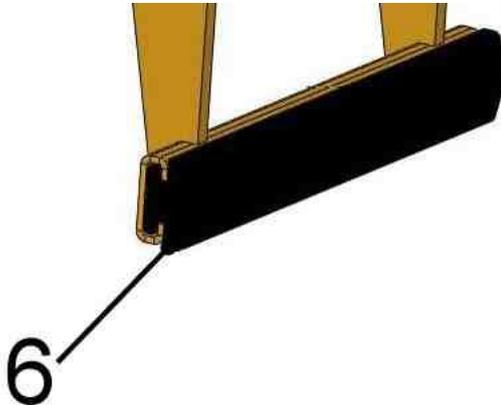

Fig. 1
Controllare regolarmente lo sporco (ad es. Piccolo frammenti di pietra) nella parte superiore (vedi dettaglio nel punto „X“ nella Fig. 2) del tampone (6) → vedi Fig. 1 / Fig. 2